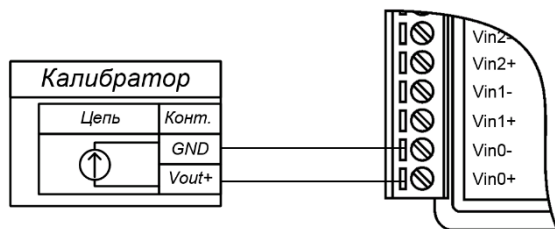

Рис. 5.4. Соединение приборов для юстировки термопар модуля NL-8TI-24V
- подключить калибратор к каналу 0 модуля проводом минимальной длины в соответствии с рис. 5.4;